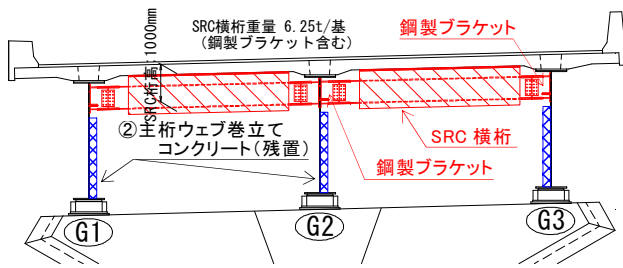

図3 代替対策工断面図
- 第 4 案：「横桁方式（SRC 構造）」 → 採用（図 3, 4）